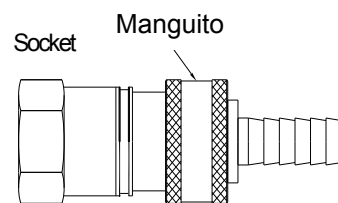

Fig. 33
3. Presione el tapón hasta que el manguito encaje adelante (Fig. 33). (El gas fluirá automáticamente. No conectar el tapón al socket de forma adecuada podría impedir que el gas fluya hacia el electrodoméstico).